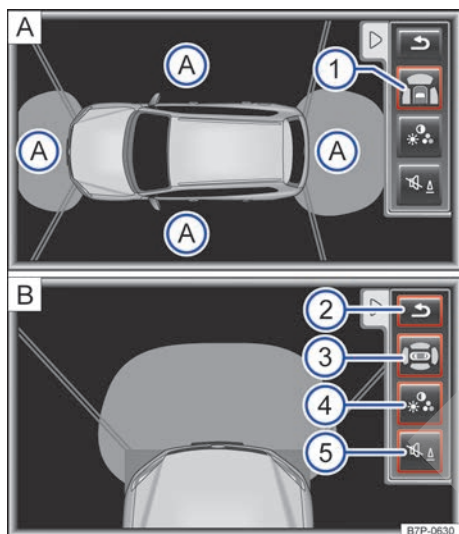

Fig. 194 Visualización del sistema de visión periférica: **A** Vista completa de la perspectiva aérea. **B** Vista campo a través aumentada.
Áreas de la pantalla fig. 194 o fig. 195:
Pulsando el botón de función → fig. 194 (4) se pueden adaptar los siguientes ajustes:
Modo principal  Se representa el vehículo y el entorno más cercano visto desde arriba → fig. 194 (A).
Campo a través  Se representa la zona justo delante del vehículo y parcialmente la zona lateral del mismo vistas desde arriba. Por ejemplo, al atravesar una pendiente para ver la zona más próxima al vehículo → fig. 194 (B).